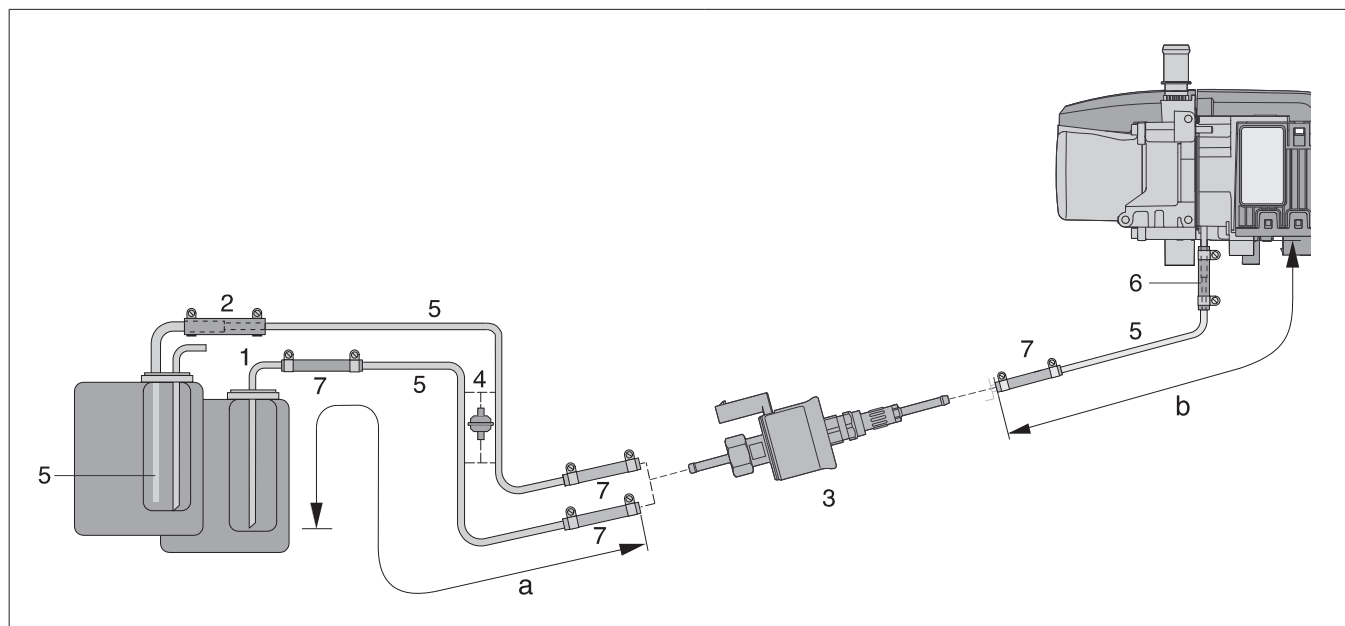

Bild 24
**Monteringsanvisningar för bränsleförsörjningen, se Bild 24**
- Anslut bränsleröret (pos. 5) med skarvdel (pos. 6) till värmaren. Skarvdelen (pos. 6) passar till diametern 4,5 mm på värmarens bränslestuts. Den mindre diametern 3,5 mm passar till